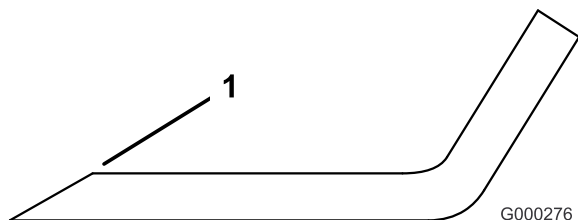

Bild 91
1. Schärfen Sie die Schnittkante an beiden Enden des Schnittmessers mit einer Feile (Bild 91). Behalten Sie den ursprünglichen Winkel bei. Das Schnittmesser behält seine Auswuchtung bei, wenn von beiden Schnittkanten die gleiche Materialmenge entfernt wird.